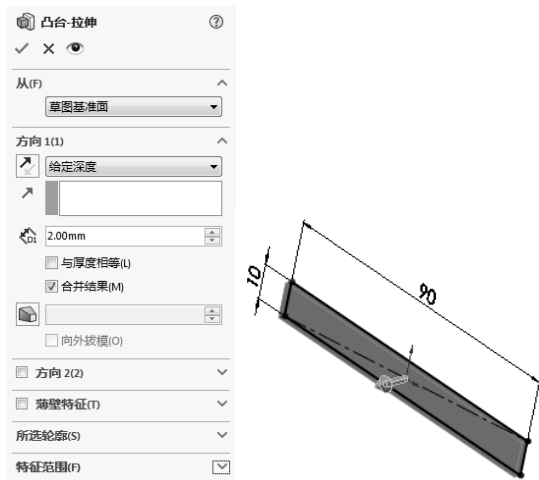
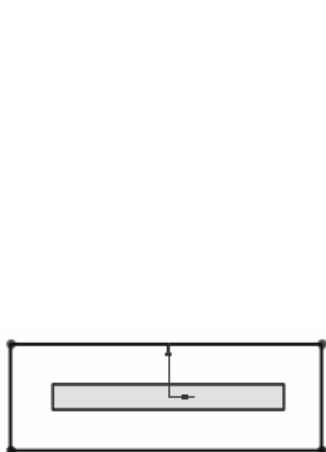

图 10-196 进行拉伸操作
图 10-197 绘制矩形
入” → “凸台/基体” → “拉伸” 菜单命令，系统弹出“凸台-拉伸”属性管理器，在“方向1”的“深度”文本框中输入数值“2”，如图 10-196 所示。单击 ✓（确定）按钮。
④ 绘制另一个草图。单击图 10-196 所示的拉伸实体的一个面作为基准面，然后单击“草图”控制面板中的 （边角矩形）按钮，绘制一个矩形，矩形要大于拉伸实体的投影面积，如图 10-197 所示。